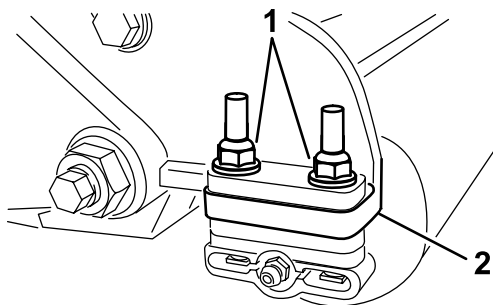

图 1
- 卸下将每个滚筒支架固定到侧板上的 2 个凸缘锁紧螺母和垫圈图 1。请勿卸下螺栓。